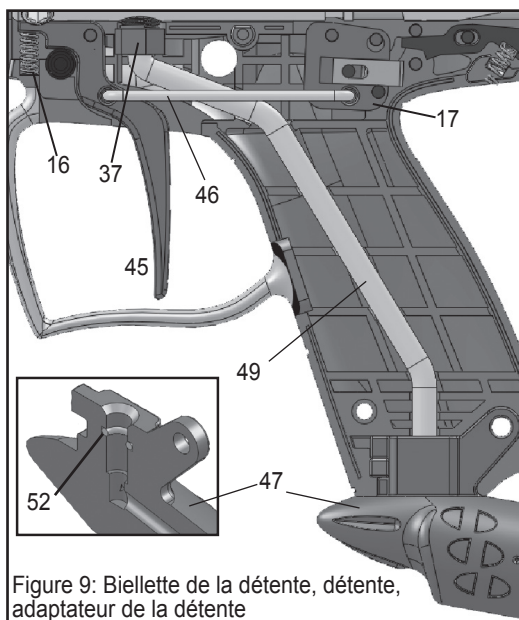

Figure 9: Bielle de la détente, détente, adaptateur de la détente
11. Sortez l'**Adaptateur d'Alimentation d'Air (AAA) (47)** ainsi que la **Tige du Gaz (49)** du lanceur. La tige du gaz glisse hors du **Joint de l'Arrivée du gaz (37)** qui est lié au tube de puissance. Retirez la tige du gaz de l'AAA si nécessaire. Si le **Joint (52)** qui se trouve à l'intérieur de l'AAA doit être remplacé, utilisez un objet pointu pour l'enlever. Assurez-vous de placer correctement le nouveau joint, comme montré dans le graphique en Figure 9. Un peu d'huile de lanceur sur le joint rendra le montage plus facile.